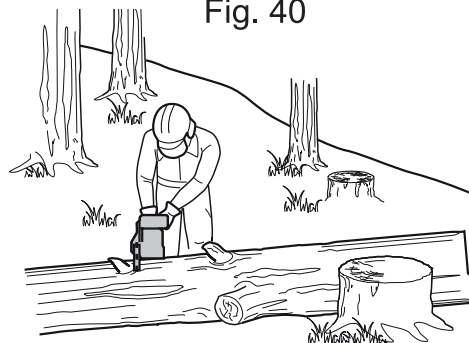

Fig. 41
- > Al cortar en una pendiente, párese siempre en el costado del tronco que esté en terreno alto. (Fig. 41). Al "cortar a través", para mantener el control completo, suelte la presión de corte cerca del final sin relajar el agarre de los mangos del producto. No deje que la cadena toque el suelo. Después de terminar el corte, espere a que la cadena de la sierra se detenga antes de mover el producto. Detenga siempre el motor antes de pasar de árbol en árbol.